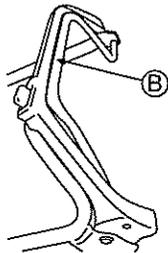

Abb. 18.
- 4 Drücken Sie den Kupplungshebel (B) nach vorne, um mit dem Mähen zu beginnen. (Siehe Abb. 18.)